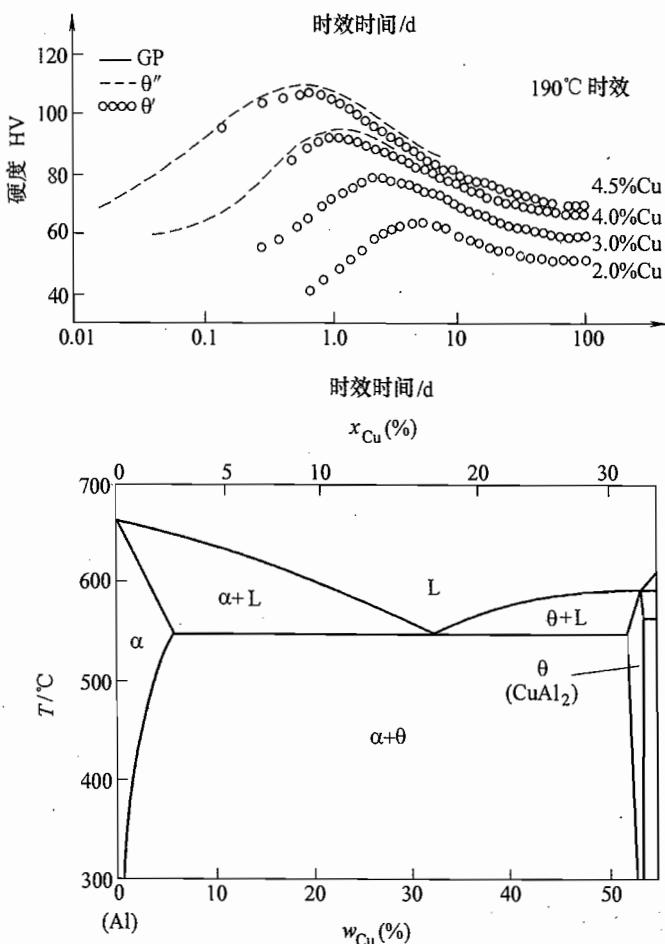

图 6-4 第九题图
- 九、(14分) Al-4% Cu 的合金, 在 190°C 时效处理的硬度变化可参照图 6-4, 要求: